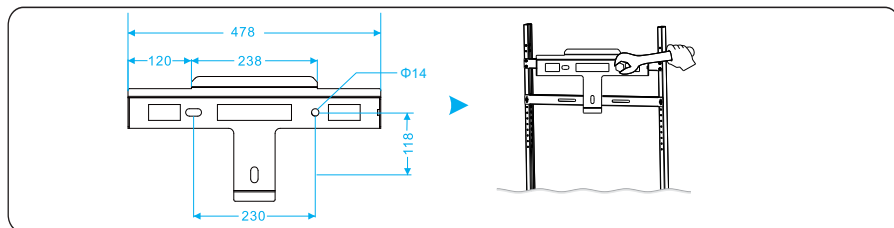

Figura 4.10 Instalando o painel traseiro
Passo 1 Recomenda-se a montagem de suporte do inversor. Aperte o suporte e o painel traseiro usando o parafuso M12 e o torque necessário é de 42N.m, conforme mostrado na Figura 4.10.